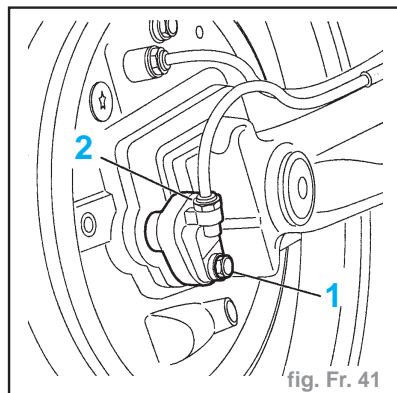

fig. Fr. 41
- Déposer l'écran thermique (1) (fig. Fr. 41).
- Déposer le capteur (2).